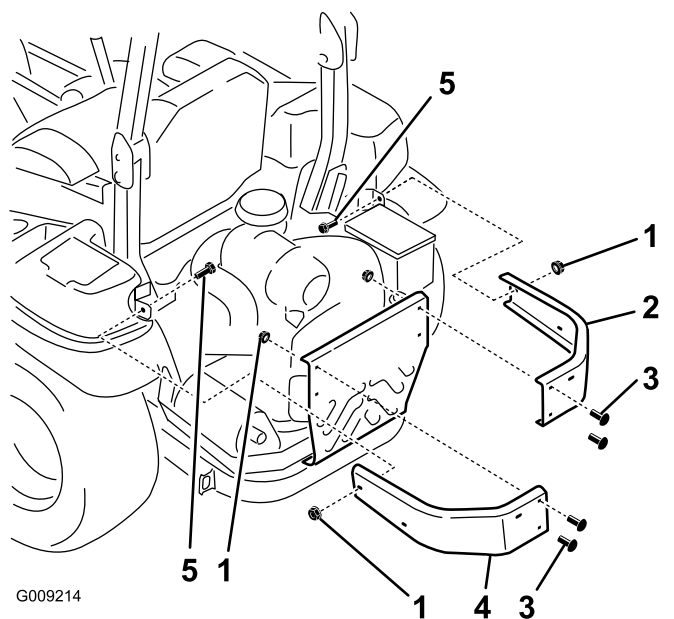

Figura 5
1. Retire los pernos y las tuercas que fijan los parachoques laterales a la máquina (Figura 5).
2. Instale los parachoques derecho e izquierdo nuevos con 2 pernos de cuello cuadrado ($\frac{3}{8}$ " \times 1 $\frac{1}{4}$ "), los 4 pernos de cuello cuadrado que retiró anteriormente y 6 tuercas con arandela prensada ($\frac{3}{8}$ "), según se muestra en Figura 5.